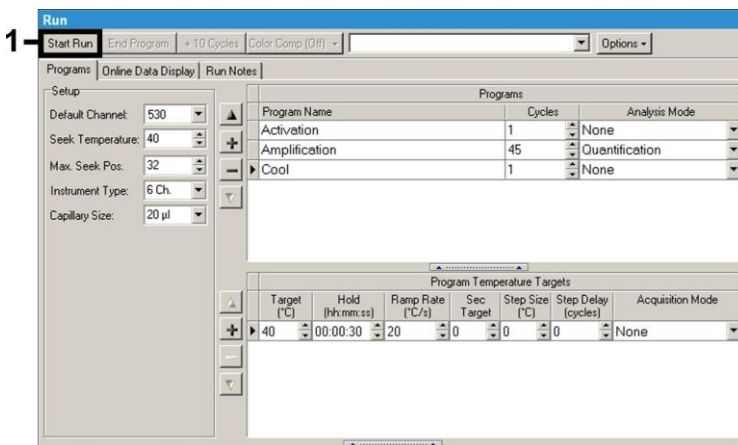

Fig. 9: Início do ensaio da PCR.
- Para iniciar o ensaio de PCR, mude para o ítem *Run* e active a função *Start Run* (ver Fig. 9). O programa da PCR é iniciado depois de introduzir o local destinado para salvar os dados.